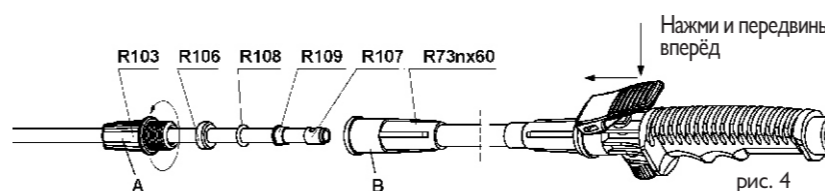

рис. 4
- Телескопическую штангу установить на соответствующую длину и затянуть блокирующую гайку телескопа настолько, чтобы штанга не раздвигалась под давлением - рис. 4.
Телескопическая штанга R01mx - рис. 4
- Adjust the length of the telescopic lance and screw tight the locking sleeve, so the lance won't extend under pressure - fig.4.